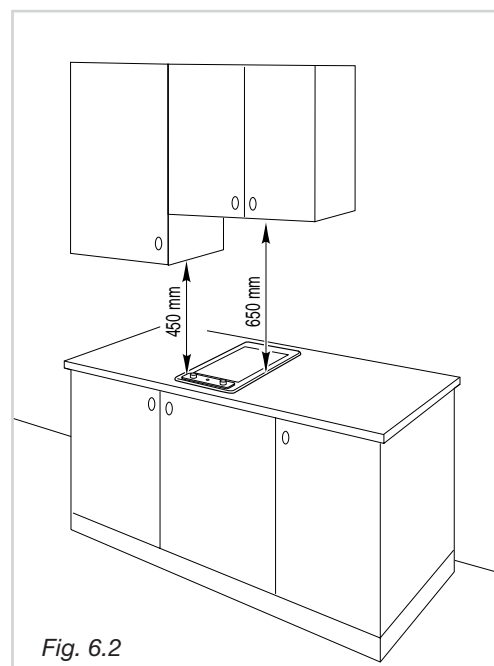

Fig. 6.2
- allorché sopra il piano di cottura vi sia un pensile o cappa mantenere fra il piano ed il suddetto pensile o cappa la distanza minima pari a 650 mm (fig 6.2).